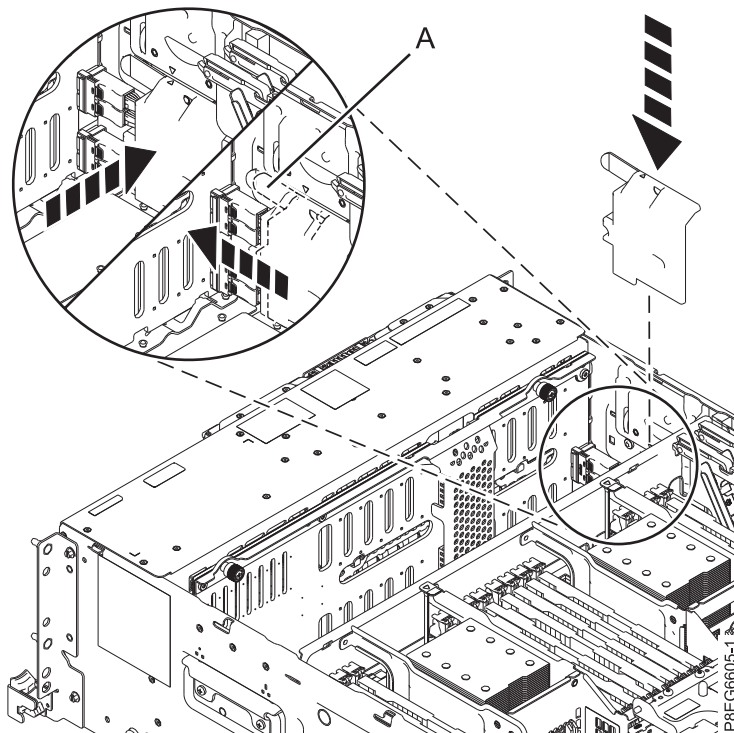

Abbildung 10. SAS-Kabelabdeckung austauschen
Vorderseite des Systems, bis der Griff (A) einrastet. Siehe Abb. 10.